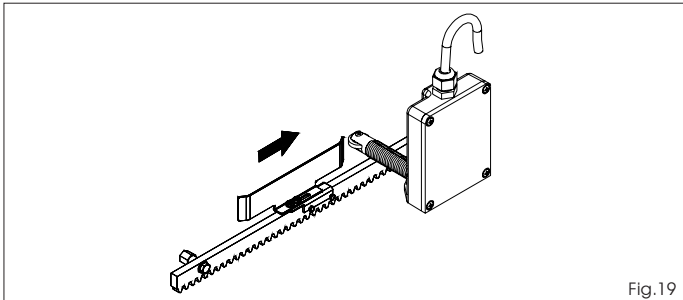

Fig.19
- 5) Fare scorrere il lamierino sulla cremagliera nel senso d'apertura (Fig.19). Appena il led del finecorsa di apertura presente sull'apparecchiatura elettronica si spegne, fare avanzare il lamierino di circa 20÷30 mm e fissarlo provvisoriamente sulla cremagliera con le viti in dotazione.